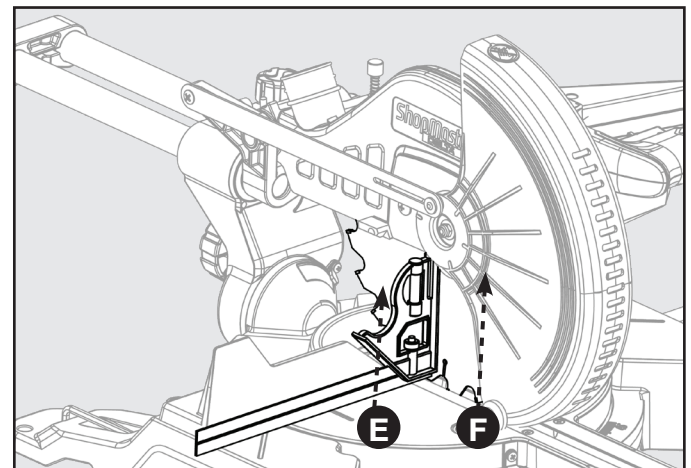

FIGURA 13
3. Gire la manija de bloqueo de inglete (A). Coloque la tabla de forma tal que el indicador de escala de inglete (B) muestre 0°.
5. Afloje la perilla de bloqueo de bisel (D) y ajuste el ángulo del brazo de la sierra de forma tal que el indicador de escala de bisel (C) muestre 0°. Esto coloca la hoja a 90° de la mesa.
- Consulte la Figura 13.
7. Coloque una escuadra combinada (E) contra la mesa y la parte frontal de la hoja de la sierra (F).
9. El borde de la escuadra y la hoja de la sierra deberán estar paralelo, tal como se muestra en la Figura 13.